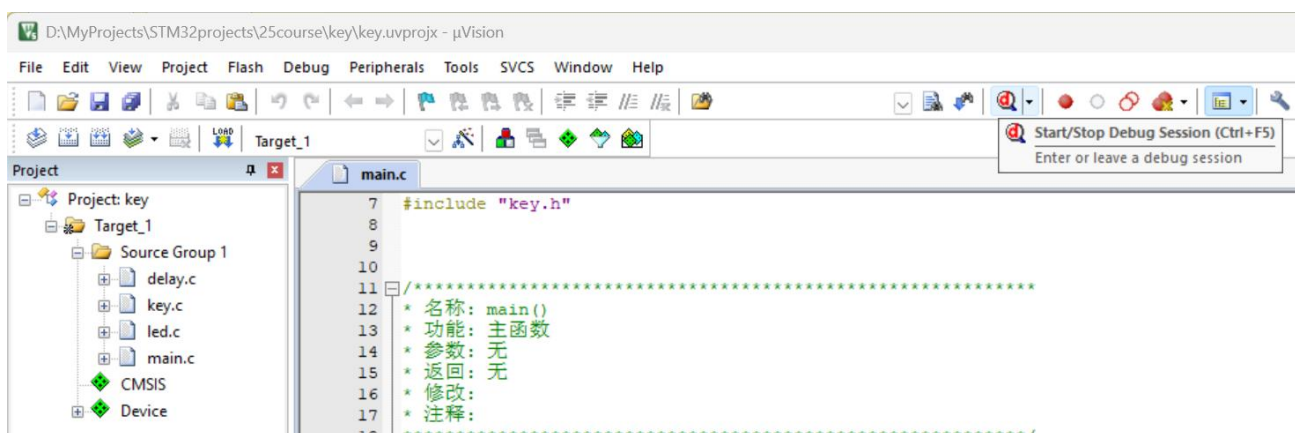

图 1-22 调试程序
- 4) （可选）下载完后可以点击 **Debug** 让程序进入调试模式，如图 1-22 所示；